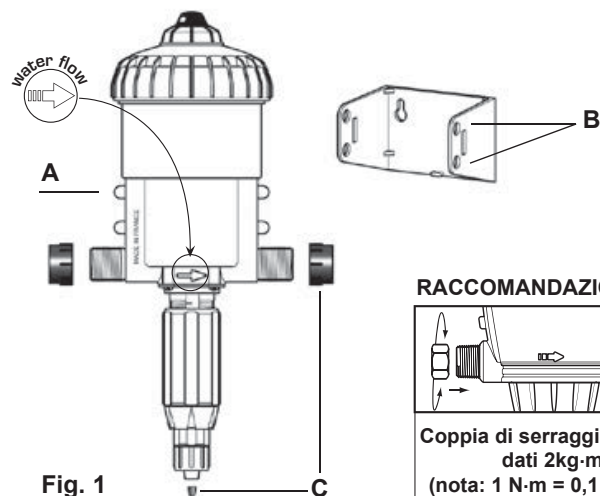

Fig. 1
- un tubo di aspirazione con succhieruola. Il supporto serve al fissaggio murale del DOSATRON. Inserire il DOSATRON nel supporto spostando leggermente i bracci del supporto per incastrare i 4 naselli del corpo principale (**Fig. 1-A**) negli orifizi corrispondenti del supporto (**Fig. 1-B**).
Rimuovere i tappi di protezione (**Fig. 1/2-C**) che ostruiscono gli orifici del suo DOSATRON prima di collegarlo alla rete d'acqua.